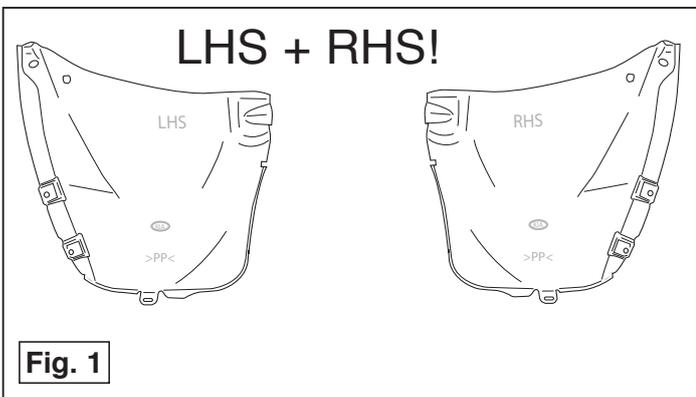

Fig. 1
3. Remove the plastic protective caps. See figure 1.
3. Démontez les caches de protection en plastique. Voir la figure 1.
3. Zdemonstrować kopakę zabezpieczającą wykonaną z tworzywa sztuczno-go. Patrz rysunek 1.
3. Die Kunststoffschutzklappen demontieren. Siehe Abbildung 1.
- 3. Die Kunststoffschutzklappen demontieren. Siehe Abbildung 1.